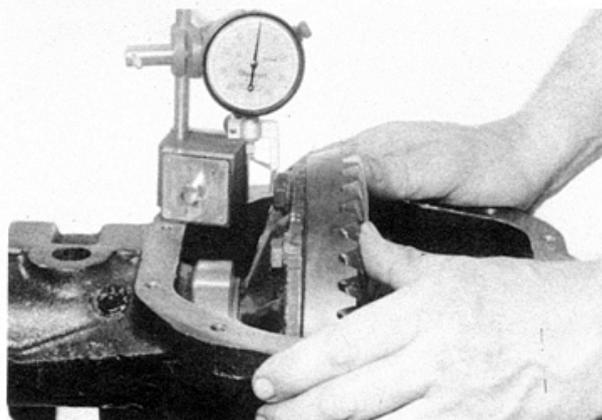
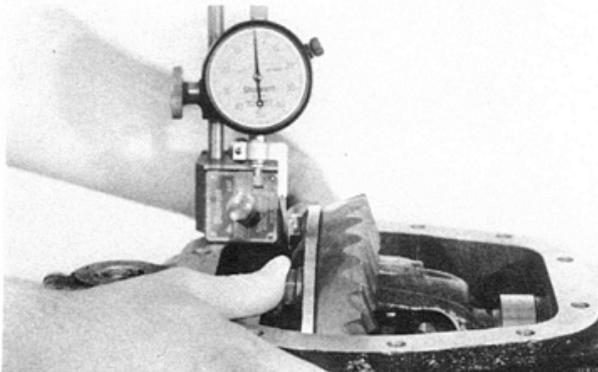

Fig. 27 - Ajustagem do zero do indicador.
Fig. 41 - Ajustagem do zero do indicador.
- Montar a caixa do diferencial na carcaça, porém sem o pinhão. Colocar o relógio comparador montado sobre uma base magnética conforme é mostrada (Fig. 27). Colocar a ponta do indicador na parte plana de um dos parafusos de fixação da coroa. Marcar o parafuso escolhido com giz. Forçar o conjunto do diferencial tanto quanto for possível contra o indicador. Com a força ainda aplicada zerar o relógio.
- Ajustar o comparador como indicado na (Fig. 41). Assegure-se que o ponteiro do comparador está localizado no mesmo parafuso da (Fig. 27). Forçar a coroa e engrenar com o pinhão. Girar a coroa para permitir que os dentes das engrenagens ajustem-se. Com a força ainda aplicada sobre a caixa do diferencial, ajustar o comparador no zero.